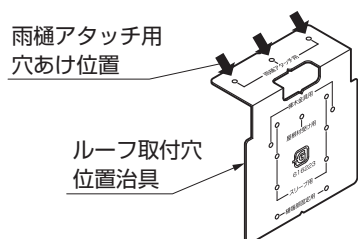

図11-22
- ①ルーフト取付穴位置治具を樋にあて、ケガキ、ドリルで水抜き穴φ36と雨樋アタッチメント取付穴φ3.2をあけてください。（図11-22、11-23参照）